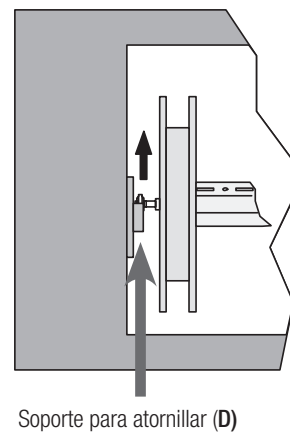

Fig. 6
3. Levante el rodillo para liberarlo del soporte que se ha de atornillar (fig. 6 ref. D).